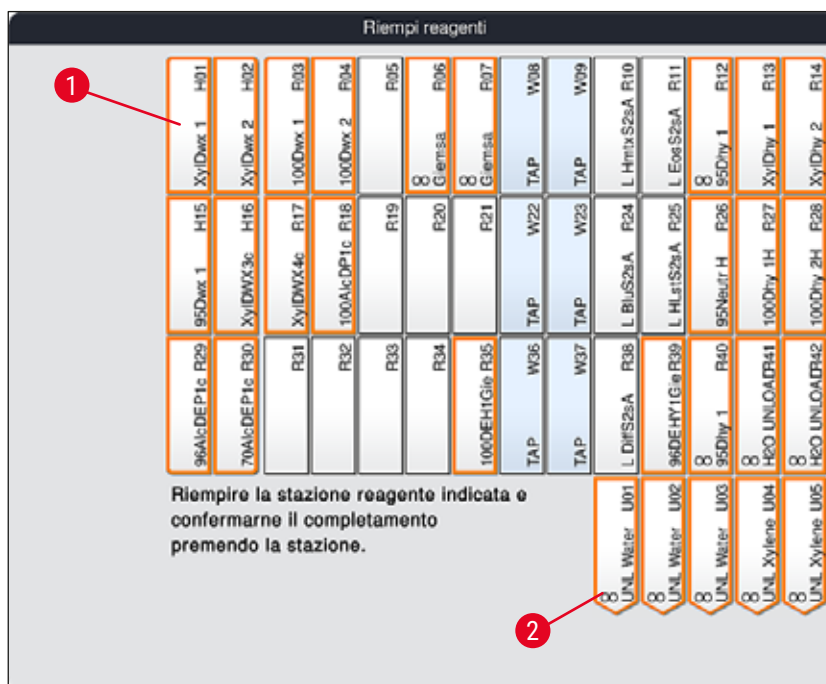

Fig. 56
2. Nella nuova finestra **Riempi reagenti** (→ "Fig. 56") le stazioni da riempire sono contrassegnate in arancione (→ "Fig. 56-1").
Solo i reagenti personalizzati e quelli aggiunti dei programmi di colorazione Leica sono visualizzati e contrassegnati in arancione (→ "Fig. 56"). I reagenti del kit reagenti Leica vengono scansionati successivamente (→ p. 84 - Riempimento del kit reagenti Leica).